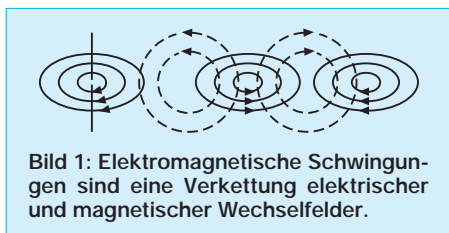

Bild 1: Elektromagnetische Schwingungen sind eine Verkettung elektrischer und magnetischer Wechselfelder.
**Bild 1:** a) Kopplung über Gegeninduktivität, b) kapazitive Hochpunktkopplung, c) kapazitive Tiefpunktkopplung, d) induktive Tiefpunktkopplung, e) induktive Hochpunktkopplung